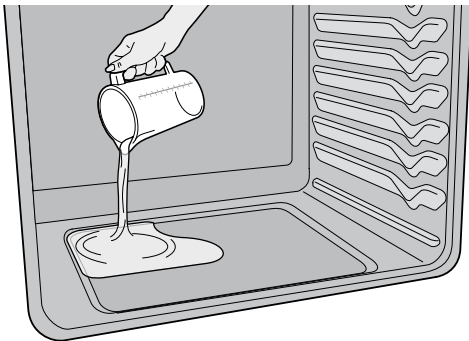

Figure 1:
3. Versez 235 ml (8 oz) d'eau distillée ou filtrée sur la sole du four (Figure 1). Fermez la porte.